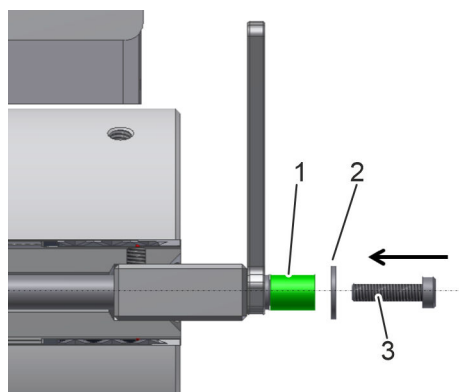

Abb. 19: Zylinderschraube
7. ➔ Zylinderschraube M4 (SW3) (Abb. 19/3) und Scheibe 4,2 mm (Abb. 19/2) an den Messstab (Abb. 19/1) schrauben. Drehmoment 5 Nm.